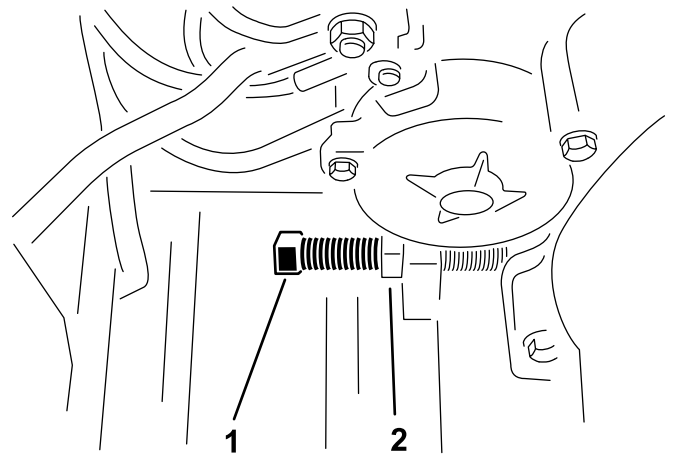

Bild 22
3. Lockern Sie die Klemmmutter und drehen Sie die Einstellschraube für den Riemen, bis Sie die gewünschte Riemenspannung erzielen (Bild 22).
5. Stellen Sie Motor so ein, dass er mit dem Rahmen parallel ist. Ziehen Sie die Motorbefestigungsschrauben weiter an (Bild 22).